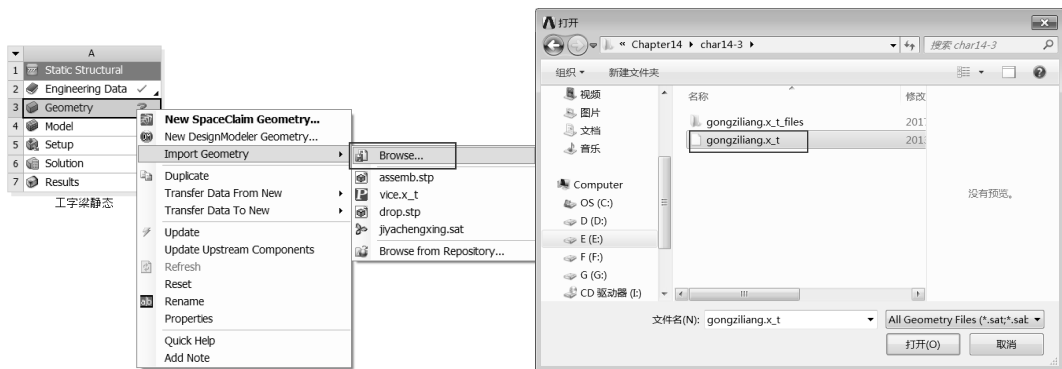

图 14-91 导入模型
Step9：在 A3 栏的 Geometry 上右击，在弹出的快捷菜单中选择 Import Geometry Browse 命令，在弹出的对话框中选择需要导入的模型 gongziliang.x_t，如图 14-91 所示。